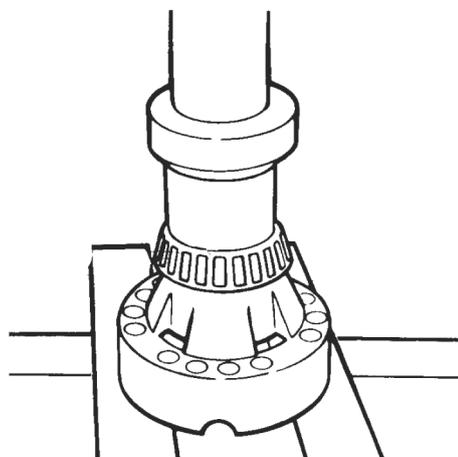

Figura 77
- E- Monte os novos cones dos rolamentos nas duas metades da caixa dos satélites bipartida, utilizando uma ferramenta adequada e prensa (figura 77).